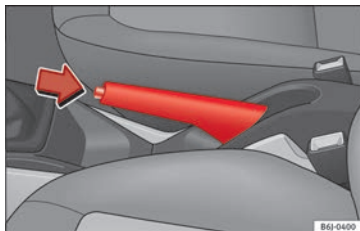

Abb. 132 Handbremse zwischen den Vordersitzen.
- Ziehen Sie den Hebel der Handbremse fest nach oben »» Abb. 132.
– Ziehen Sie den Hebel etwas nach oben, drücken Sie die Entriegelungstaste in Pfeilrichtung »» **Abb. 132** und führen Sie den Handbremshebel ganz nach unten »» **△**.